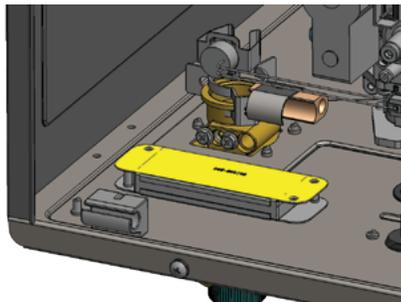

Figura 29 - Opciones de orientación de la placa de entrada de aire
**6** Ubique la placa de entrada de aire, como se muestra en la Figura 29. Retire y conserve los 3 tornillos que la fijan a la base del calentador de agua. La placa tiene código de color y se debe girar de modo que el lado amarillo de la placa se gire hacia arriba. Fije con los tornillos que se retiraron anteriormente.